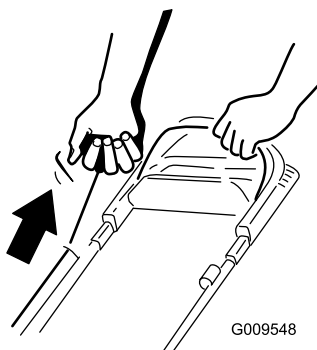

Figura 15
2. Tire suavemente del arrancador de retroceso (Figura 15) hasta que note resistencia, luego tire con fuerza y deje que vuelva lentamente a la guía de cuerda del manillar.